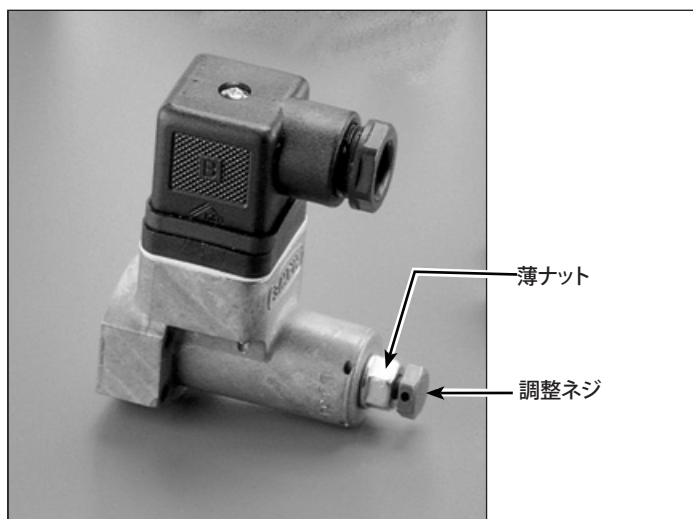

図10 圧力スイッチ
2. 10mmレンチを使用して、スイッチ調整ネジを時計方向に回して増圧、反時計方向に回して減圧します(図10参照)。